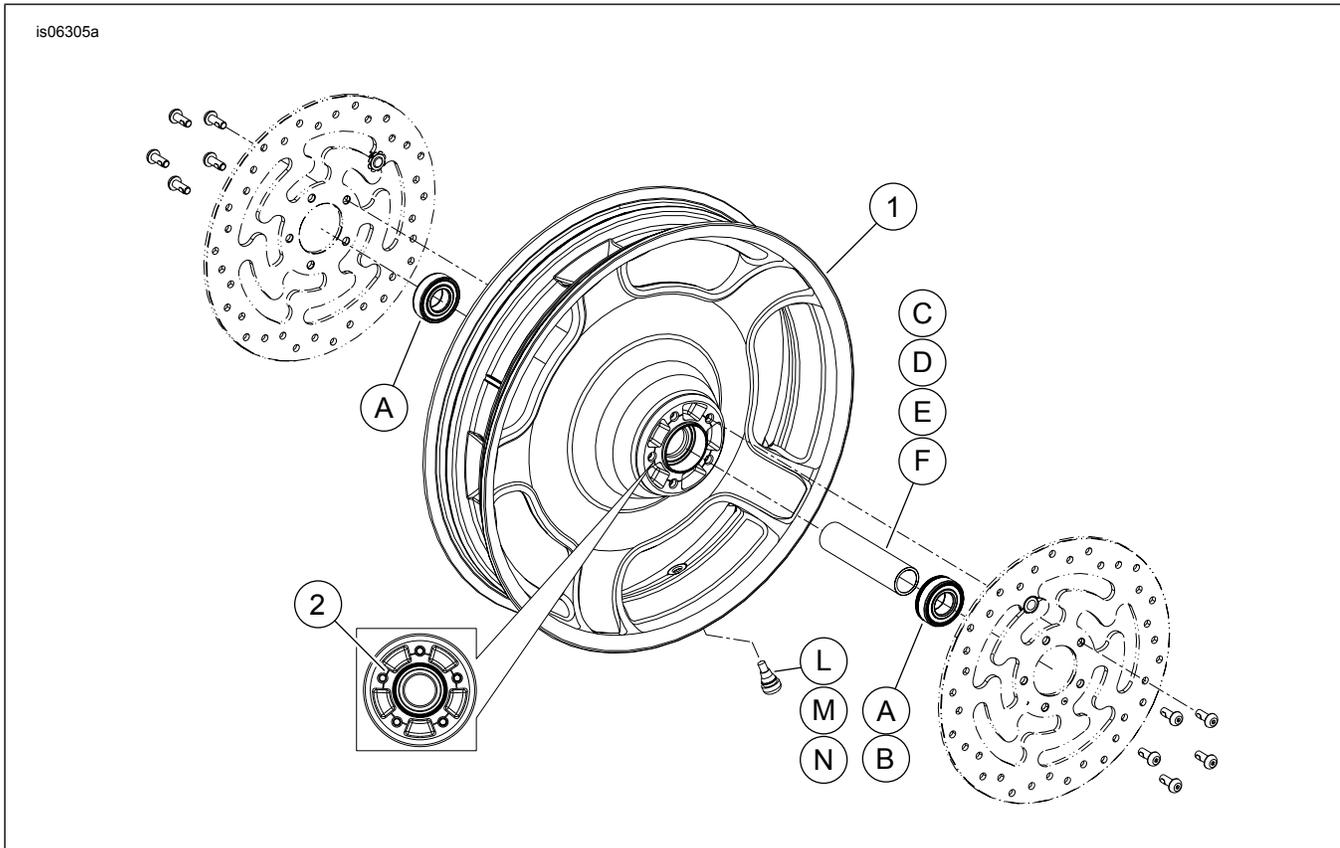

Abbildung 1. Ersatzteile: Scheibenvorderräder mit Schlitzen
Siehe Abbildung 1 und Ersatzteiltabellen.
2. Siehe Abbildung 1. Die Ventilschaft-Baugruppe (L, M oder N) am Rad anbringen. Siehe REIFEN im Werkstatthandbuch.